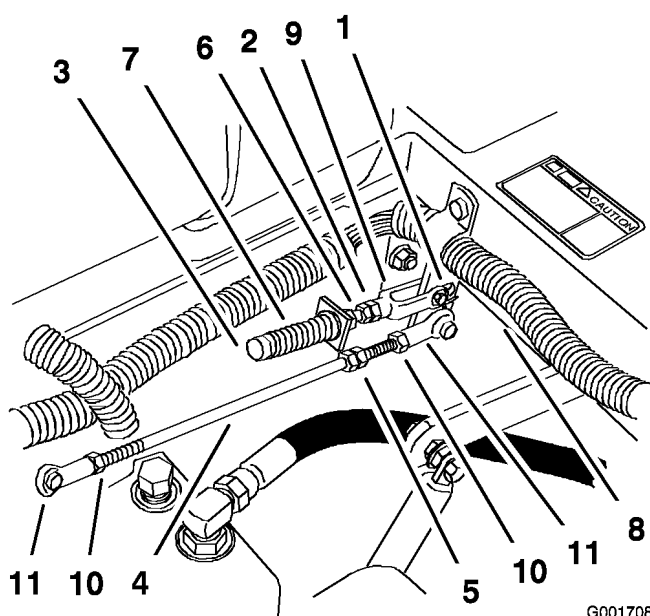

Figure 66
1. Desserrez les contre-écrous sur les rotules de la tige de commande de la pompe (Figure 66).
3. Réglez la longueur de la tige de pompe en tournant les doubles écrous dans le sens voulu, jusqu'à ce que la roue soit immobilisée ou tourne légèrement en marche arrière (Figure 66).
6. Serrez les contre-écrous contre les rotules (Figure 66).